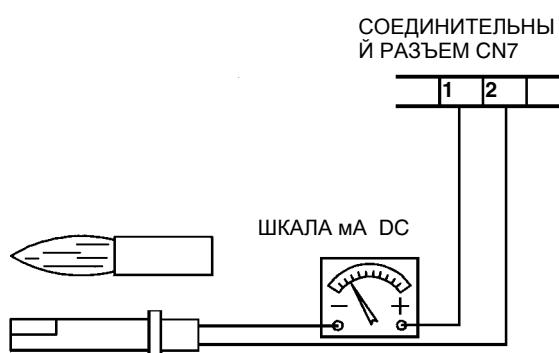

Рис. 56
- Проверить и тщательно почистить фотодиод улавливания пламени, при необходимости заменить его. При возникновении сомнения проверить контур улавливания пламени уже после установки на место горелки, следуя схеме на Рис. 56;
Для замера сигнала улавливания пламени следуйте схеме на Рис. 56.